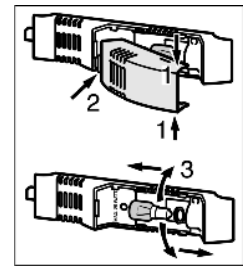

Fig. 23
- ▶ Die Lampenabdeckung oben und unten fassen Fig. 23 (1).
- ▶ Lampenabdeckung hinten austrasten und aushängen Fig. 23 (2).
- ▶ Die Glühlampe auswechseln Fig. 23 (3).